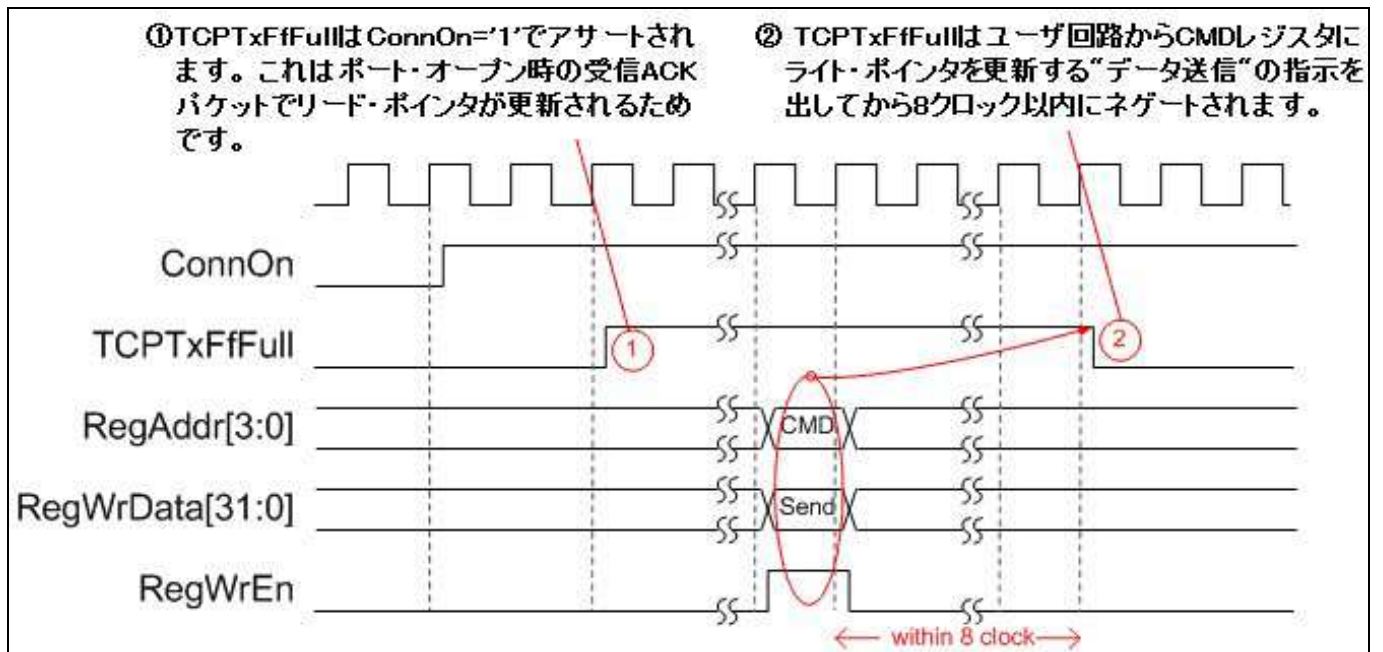

図 6: TCPTxFfFull はポートのオープンでアサートされるが送信指示でネゲートされる
- 2) ConnOn が '1' となって接続が確立されたが CMD レジスタがデータ送信にセットされていない状態で TCPTxFfFull はアサート状態となります。送信データ・バッファのリード・ポインタは受信した ACK パケットのアクノリッジ番号に関係しているためです。ConnOn='1' でポートがオープンされるとアクノリッジ番号とリード・ポインタも更新され TCPTxFfFull がアサートされます。送信データ・バッファのライト・ポインタはユーザ回路から CMD レジスタにデータ送信を指示されると更新されるため、TCPTxFfFull は図 6 に示すタイミングでネゲートします。